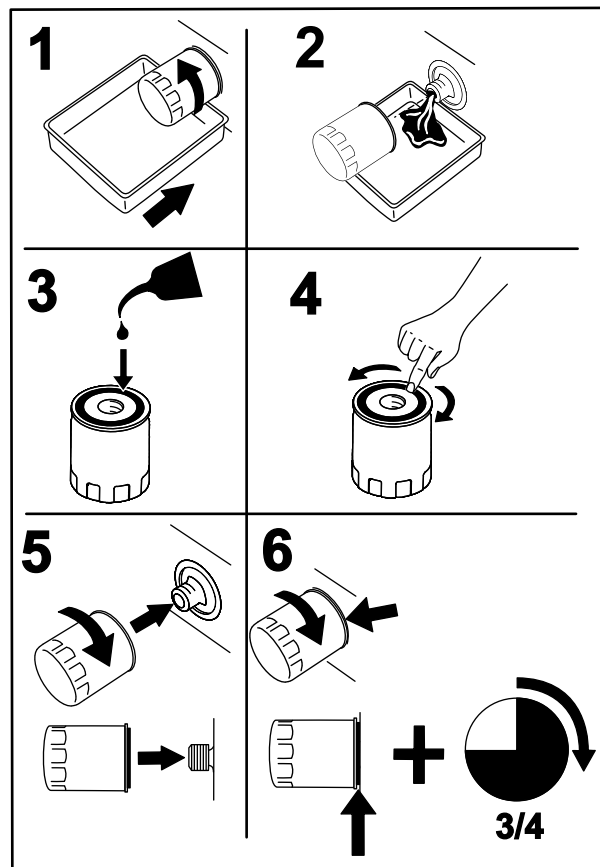

Figure 39
4. Placez un bac de vidange sous le filtre à huile et tournez le filtre dans le sens antihoraire pour le déposer (Figure 39).